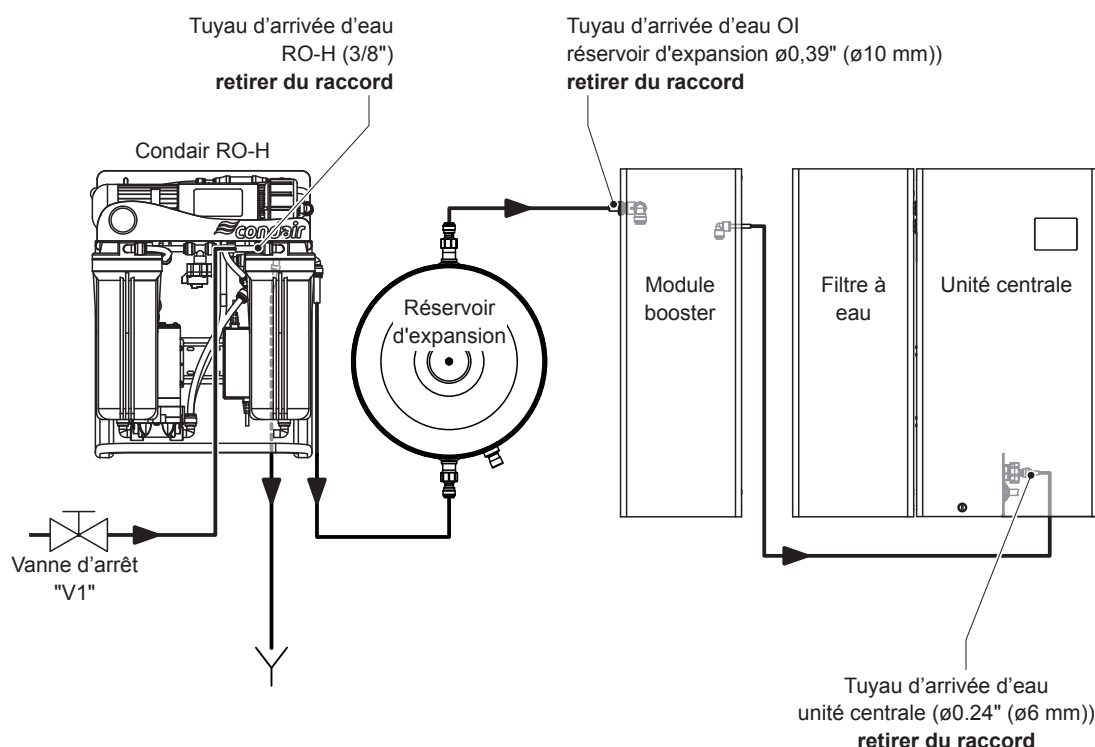

Fig. 72: Retirer les tuyaux du systèmes simple MN
2. Assurer que le système d'eau est dépressurisé (voir Chapitre 7.1.5.1). Retirer ensuite les tuyaux indiqués dans la Fig. 72 des raccords.
23. Si toutes les conduites sont correctement connectés, ouvrir la vanne d'arrêt « V1 » dans l'alimentation en eau et la vanne d'arrêt « V2 » (voir Fig. 72). Les boîtiers de filtre sont remplis et le système est pressurisé.